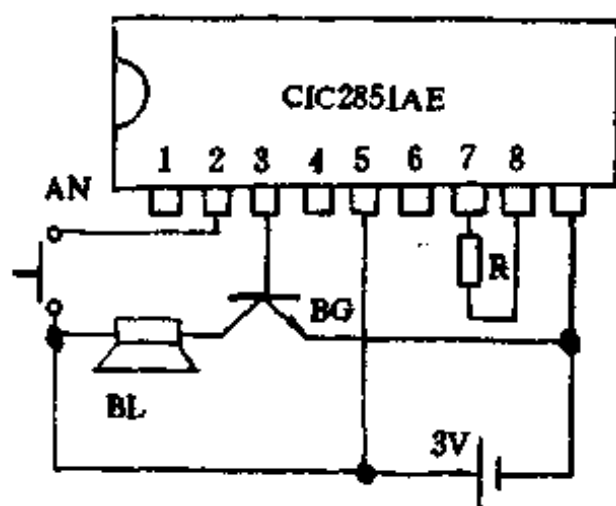

图 1-114
在印刷电路板上,图 1-114 为 CIC2851AE 音乐集成电路图。①~⑧即为集成电路管脚,R1 为 $100\text{k}\Omega$,BG 采用 NPN 型硅管,为 3DG6,BL 为 8Ω 喇叭。
顺便讲一句,CIC2874E(华尔兹舞曲一段,播音 30s)接线与图 1-114 相同。